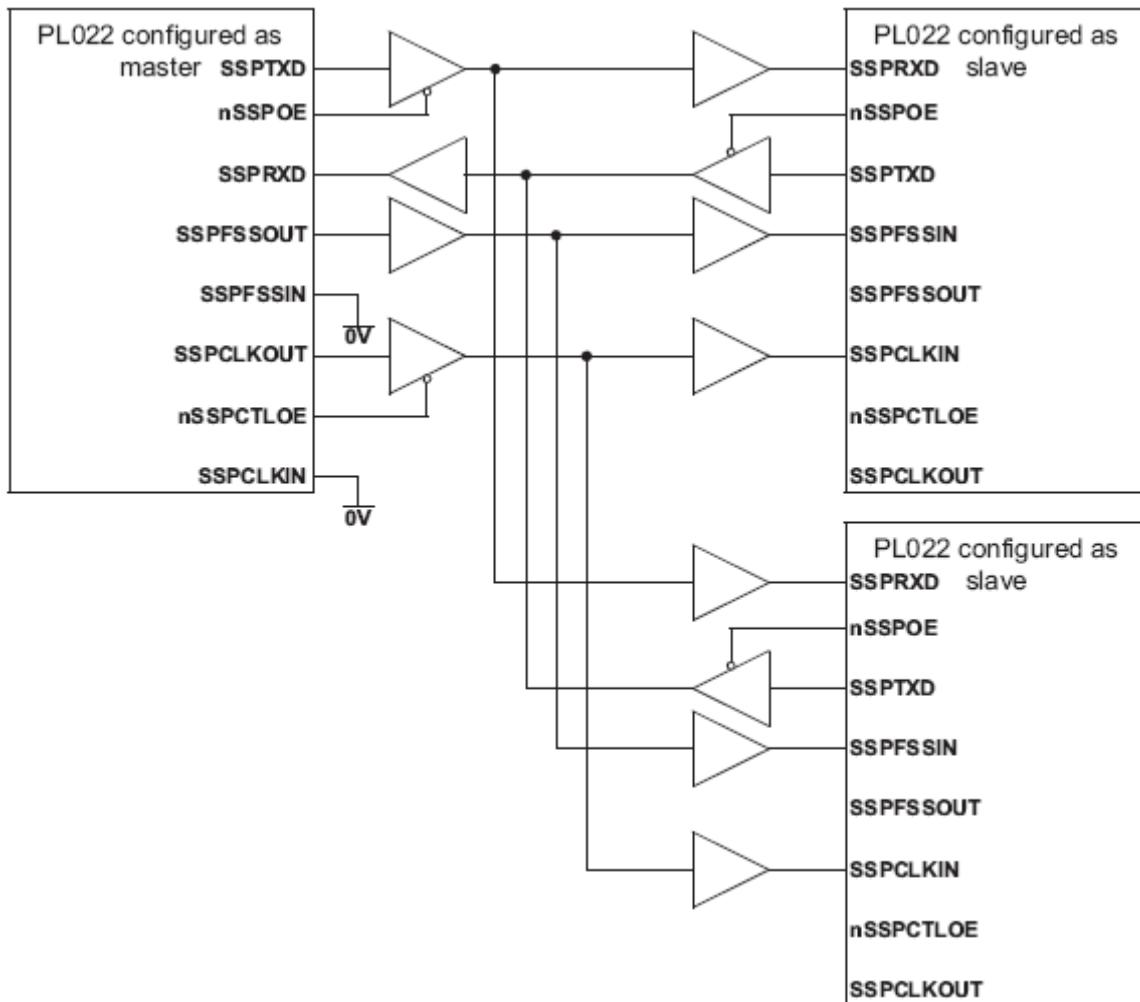
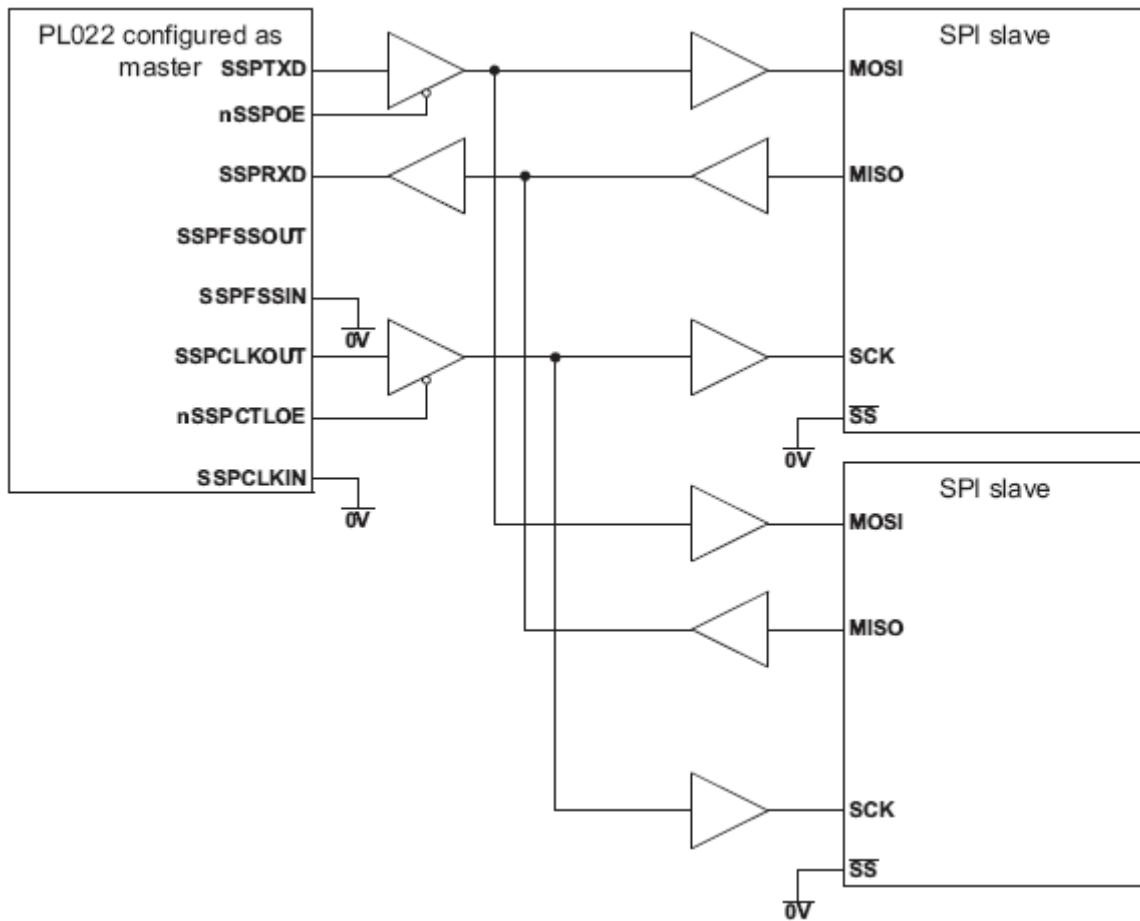
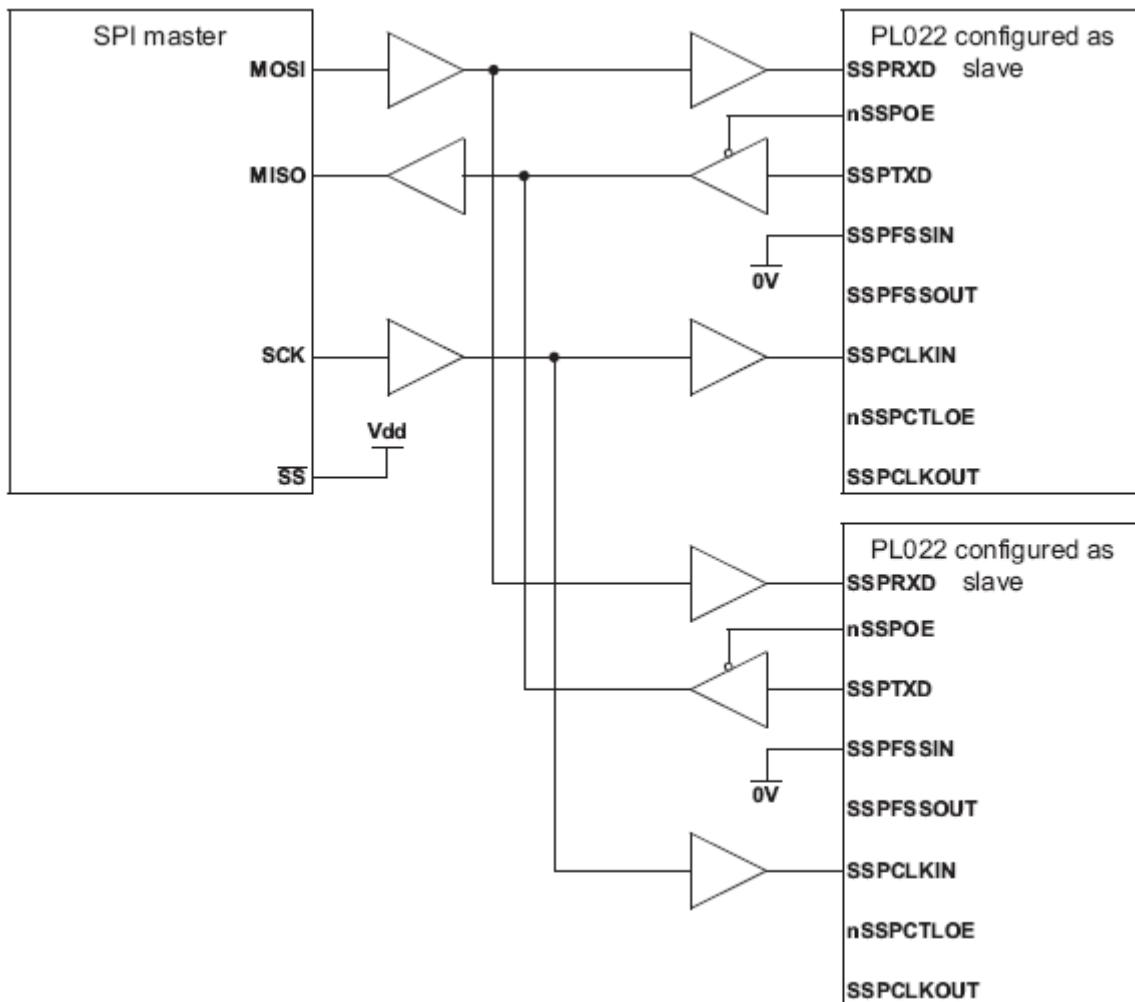

Рисунок 106. Ведущее устройство SSP подключено к двум ведомым
Рисунок 107. Ведущее устройство SSP подключено к двум ведомым, поддерживающим SPI
Рисунок 108. Ведущее устройство, протокол SPI, подключено к двум ведомым модулям SSP
На рисунках Рисунок 106, Рисунок 107 и Рисунок 108 показаны варианты подключения модуля SSP к периферийным устройствам, работающим в ведущем или ведомом режиме.
Рисунок 106 показывает совместную работу трех модулей SSP, один из которых сконфигурирован в качестве ведущего, а два – в качестве ведомых устройств. Ведущее устройство способно передавать данные циркулярно в адрес двух ведомых по линии SSP_TXD.
Рисунок 107 показывает подключение модуля SSP, сконфигурированного как ведущее устройство, к двум ведомым устройствам, поддерживающим протокол SPI фирмы Motorola. Внешние устройства сконфигурированы как ведомые путем установки в низкий логический уровень сигнала выбора ведомого устройства Slave Select (SS). Как и в предыдущем примере, ведущее устройство способно передавать данные в адрес ведомых циркулярно по линии SSP_TXD. Ответная передача данных на входную линию SSP_RXD ведущего устройства одновременно осуществляется только одним из ведомых по соответствующей линии MISO.
Рисунок 108 показывает ведущее устройство, поддерживающее протокол SPI фирмы Motorola, соединенное с двумя модулями SSP, сконфигурированными для работы в ведомом режиме. Линия Slave Select (SS) ведущего устройства в этом случае установлена в высокий логический уровень. Ведущее устройство осуществляет передачу данных по линии MOSI циркулярно в адрес двух ведомых модулей.